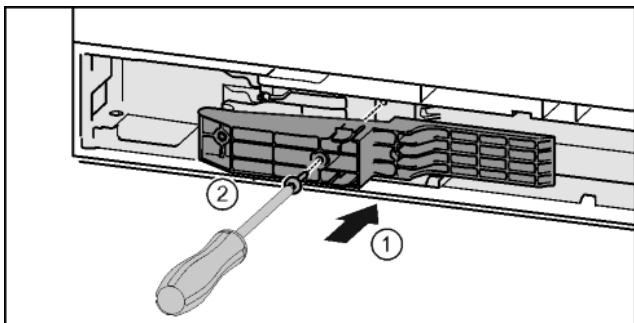

Fig. 44*
- ▶ Поставете адаптерния елемент от страната на дръжката в прореза.* Fig. 44 (1)
- ▶ С отвертка T15 затегнете винтовете.* Fig. 44 (2)